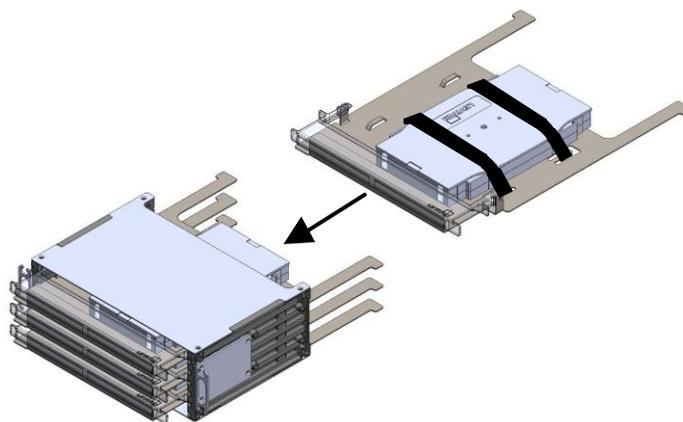

figura 16
3. Deslice cada bandeja hacia delante hasta que las lengüetas de montaje de la ventana de etiqueta sean accesibles (figura 16).